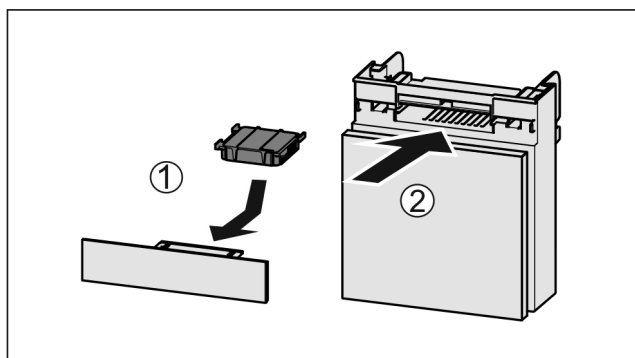

Fig. 77
- ▶ Вставити фільтр з активованого вугілля за малюнком Fig. 77 (1).
- ▶ Вставити відділення Fig. 77 (2).